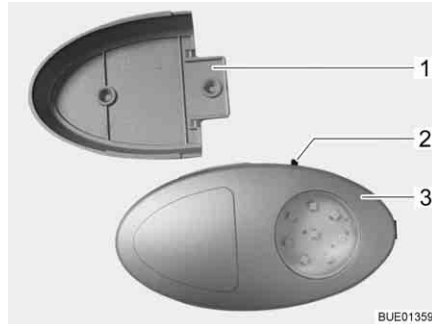

Fig. 79 Lámpara del armario ropero
- ▷ La lámpara del armario ropero puede ser extraída del soporte atornillado (Fig. 79,1) y ser usada como linterna.
El interruptor (Fig. 79,2) está instalado directamente en la lámpara del armario ropero (Fig. 79,3).